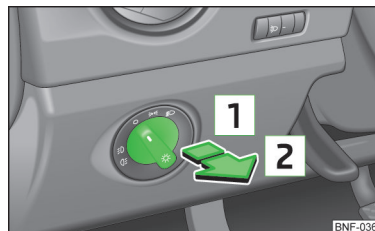

Fig. 37
- » Drej lyskontakten » Fig. 37 til positionen eller .
- » Drej lyskontakten » Fig. 37 på side 49 til positionen eller .
➤ Drej lyskontakten » Fig. 37 på side 49 til position »«, og lås bilen.